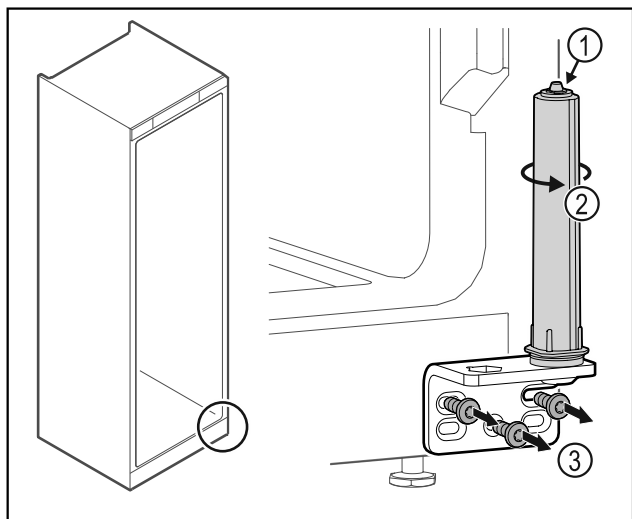

Fig. 37
- Ne rastavljajte sustav zatvaranja vrata Fig. 37 (1).
- ▶ Okrećite sustav zatvaranja Fig. 37 (2) dok ne klikne.
- ▶ Odvrnite kutne šarke Fig. 37 (3).